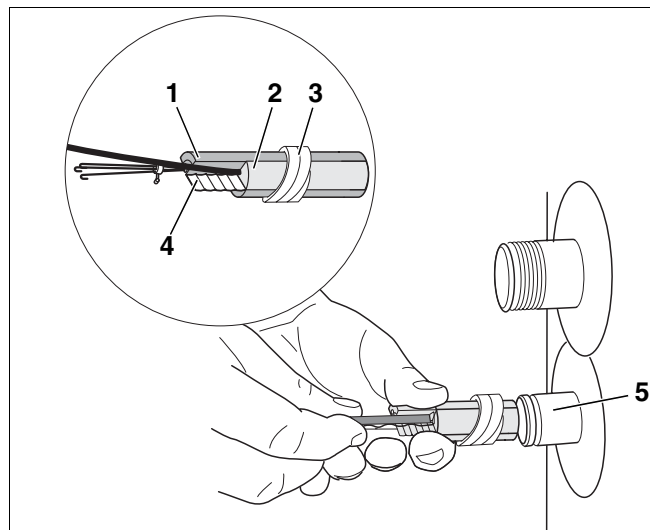

Fig. 7 Montaggio della sonda di temperatura dell'acqua calda
- Inserire il pacchetto della sonda (fig. 7, **pos. 1 - 4**) fino in fondo nel pozzetto ad immersione (fig. 7, **pos. 5**). Contemporaneamente, la spirale in plastica (fig. 7, **pos. 3**), che tiene insieme il pacchetto delle sonde, viene spinta automaticamente indietro.
La molla di compensazione (fig. 7, **pos. 4**) assicura il contatto tra il pozzetto ad immersione e le superfici della sonda, garantendo così la misurazione precisa della temperatura.